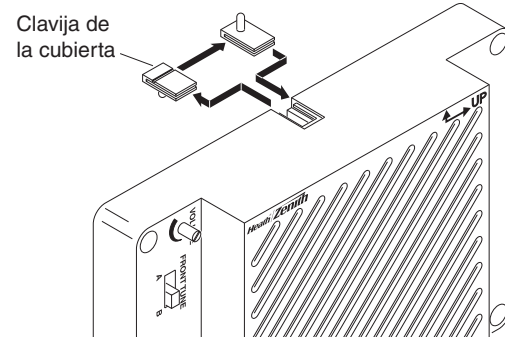

Figura 3 - Volteo de la espiga de la tapa para tapas del tipo colgante
- **Para tapas tipo colgante:** Retire, voltee y vuelva a instalar la clavija de la tapa (vea la Figura 3). Cuelgue la tapa en la clavija.